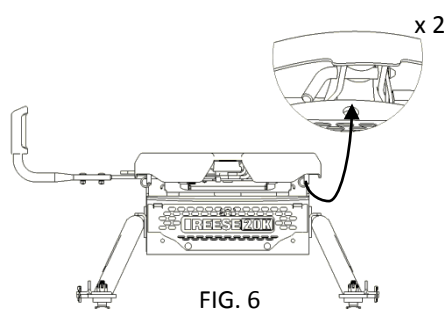

FIG. 6
1. Afin d'assurer un fonctionnement silencieux, appliquer de la graisse selon la figure 9A de la page 3. Placer l'unité de tête sur le dessus de la section centrale. Insérer la cheville selon la figure 6 et la verrouiller avec des goupilles bêta. Les deux côtés sont requis.